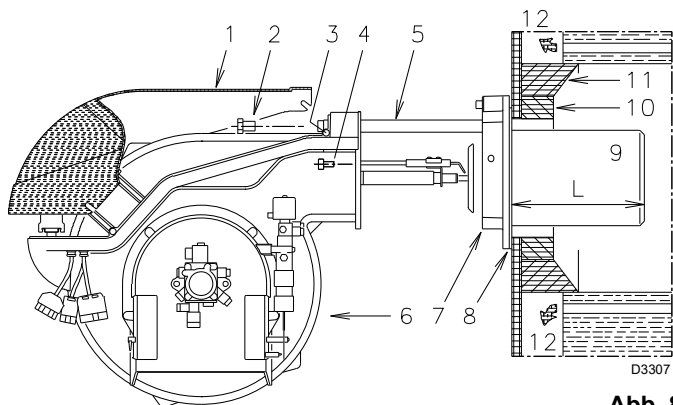

Abb. 8
5.4 Flammrohlänge (Abb. 8)
Für die Kessel mit wassergekühlter Frontseite ist die Verkleidung aus feuerfestem Material 10) - 11)(Abb. 8) nicht erforderlich, sofern dies nicht ausdrücklich vom Kesselhersteller gefordert wird.
Nach Abschluss dieses eventuellen Eingriffes den Flansch 7)(Abb. 8) durch Zwischenlegen der beigegepackten Dichtung 8) an der Kesselplatte befestigen. Die ebenfalls mitgelieferten 4 Schrauben verwenden, deren Gewinde zuvor mit einem Einfressschutzmittel (Fett für hohe Temperaturen, Compounds, Graphit) geschützt werden müssen.
- Den Brenner gemäß (Abb. 8 Seite 12) auf den Schienen öffnen.